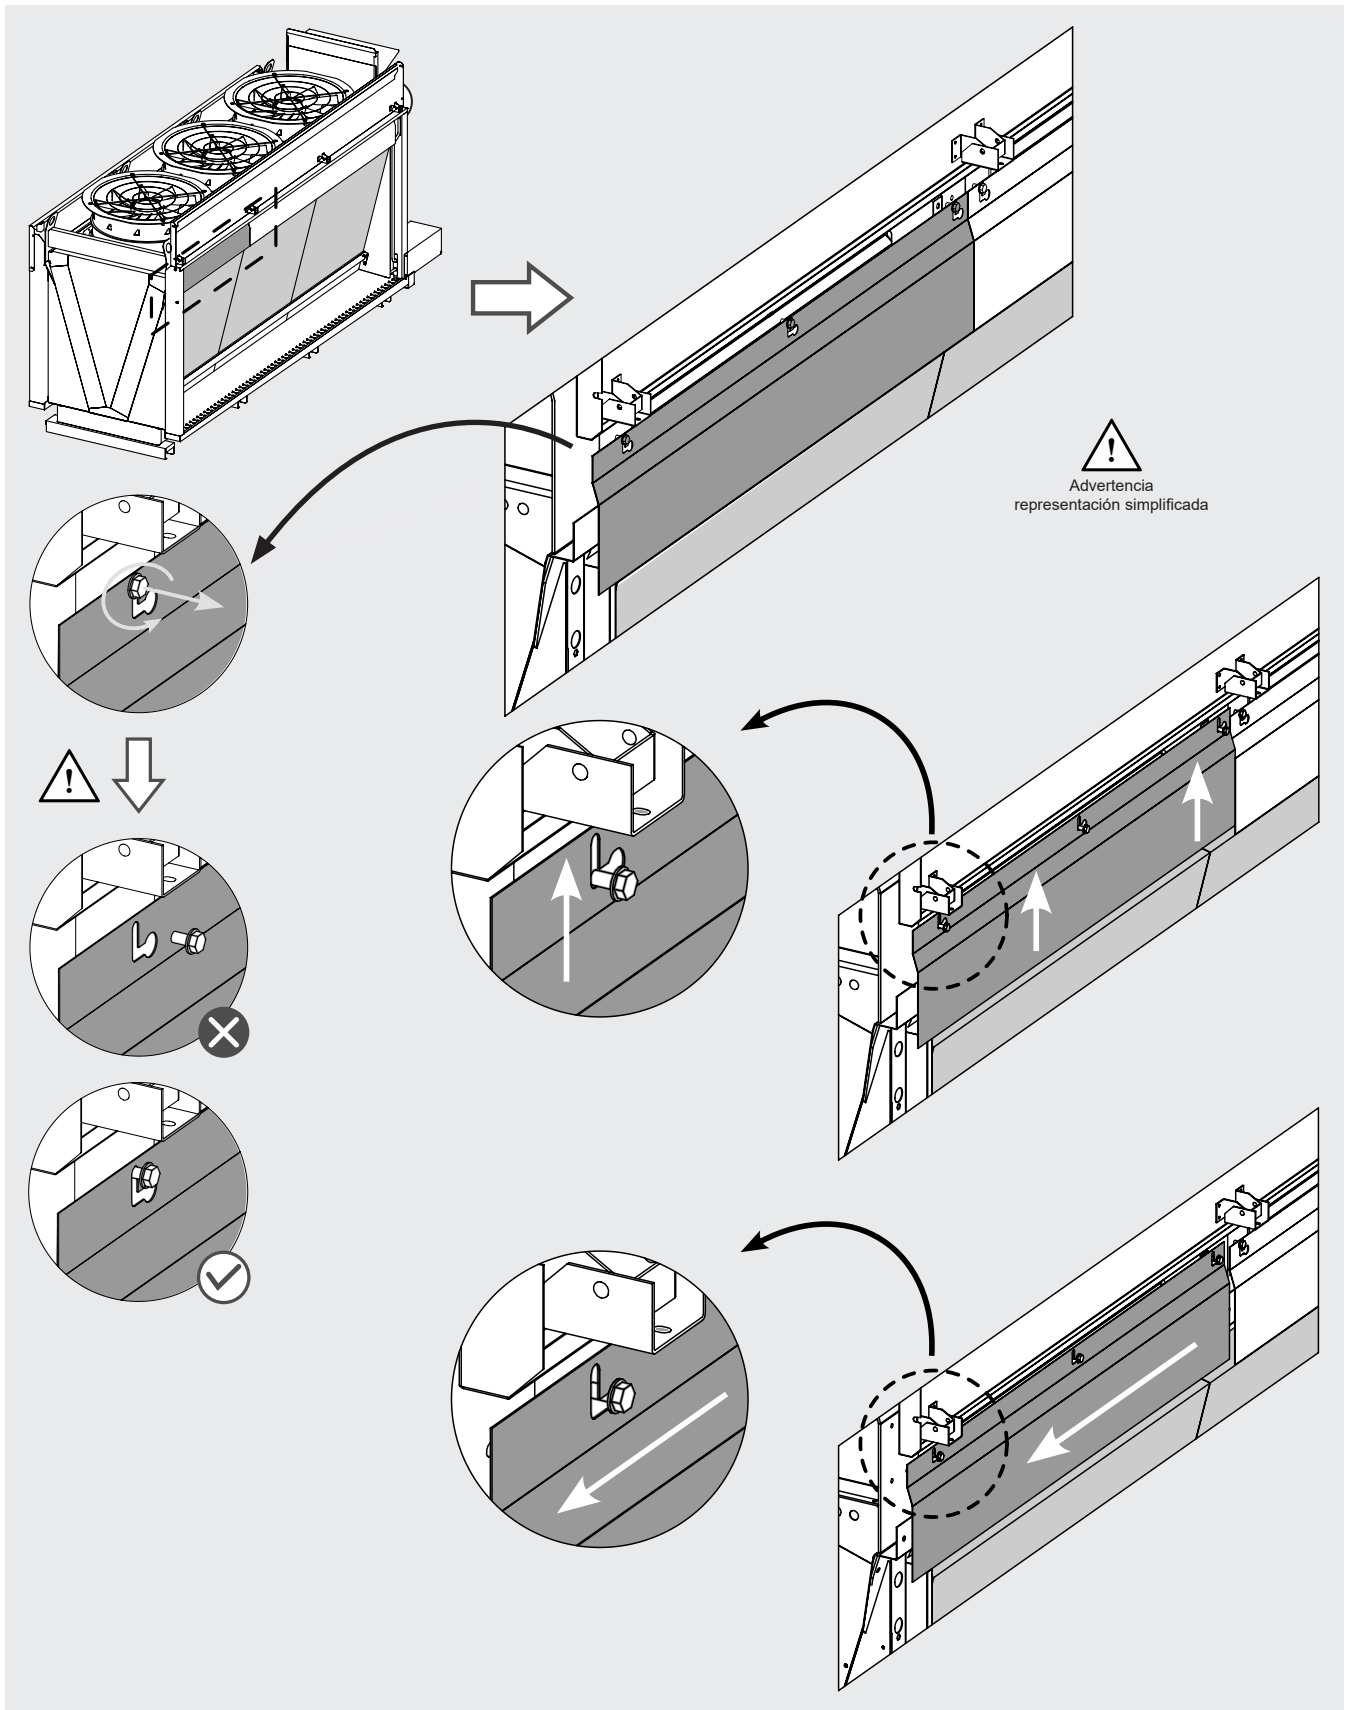

Figura 20
- 12.9.13 Afloje los tornillos (b) que sujetan la tapa (5) y (6) sin retirarlos completamente. Véase la Figura 20.